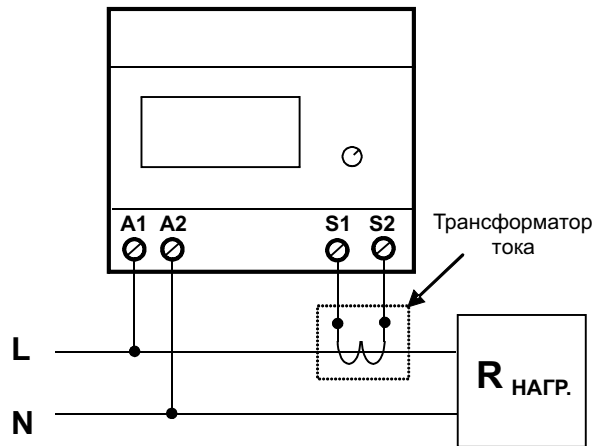

Рис. 1. Типовая схема подключения амперметра А-05.
4.3. Произвести подключение входной контролируемой сети, цепей питания согласно маркировке (Рис.1.): А1, А2 - питание; S1, S2 - вторичная обмотка трансформатора тока. Сечение подключаемых проводов должно быть 1,0... 1,5 мм2